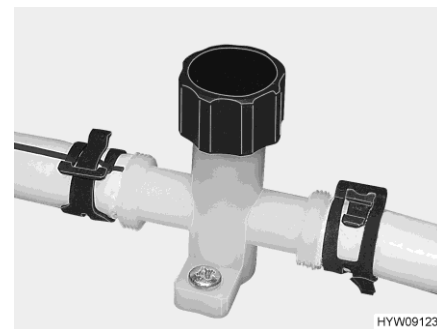

Fig. 132 Robinet de vidange (conduite d'eau)
- Ouvrir tous les robinets de vidange (Fig. 132).